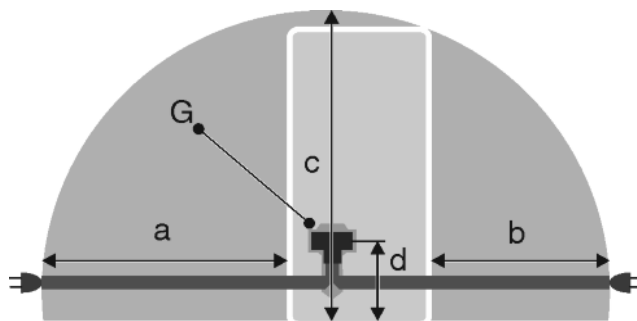

Fig. 24
- Розетка знаходиться за межами зони задньої стінки пристрою у заданому діапазоні *Fig. 24 (a, b, c)*.
- ▶ Штекер пристрою *Fig. 24 (G)* вставити на задній стінці пристрою. Слід звернути увагу на належну фіксацію.